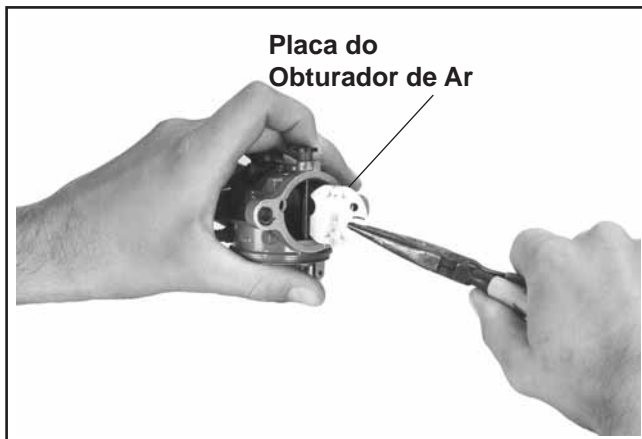

Figura 5-11. Retirar a Placa do Obturador de Ar.
2. Segure na placa do obturador de ar com um alicate. Puxe-a para fora da ranhura no veio da placa do obturador de ar. Consulte a Figura 5-11.